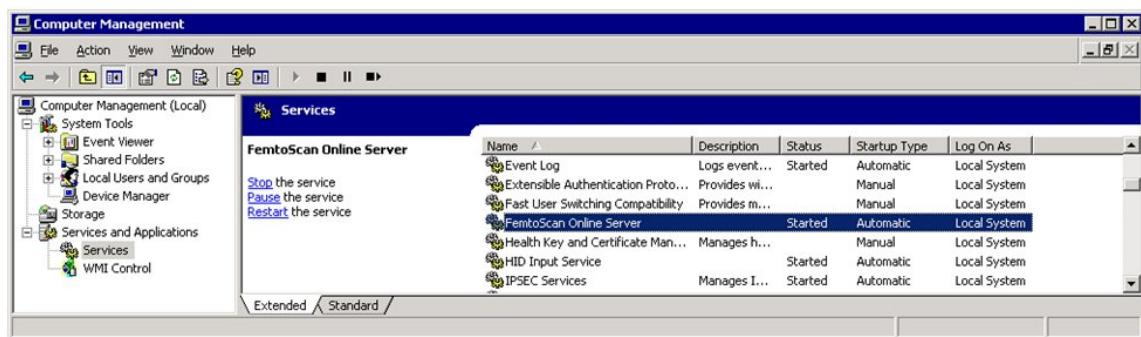

Рис. B.1. Управление службой сервера через Удаленный рабочий стол.
- В правой части найти службу FemtoScan Online Server (Рис. B.1)